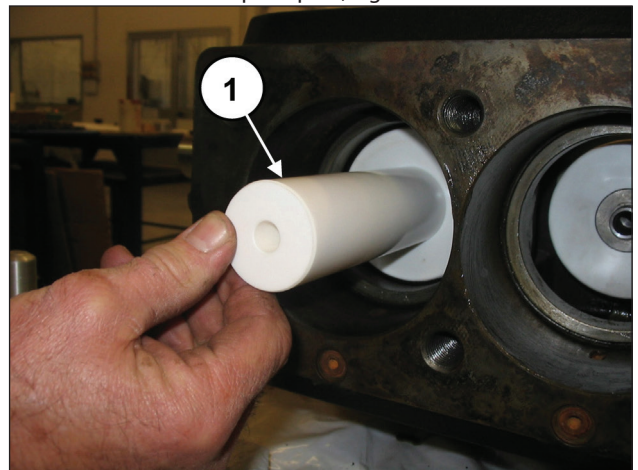
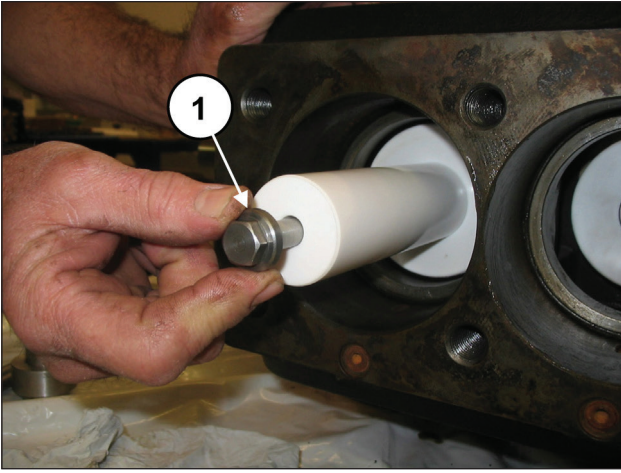

Fig. 182
Fig. 183
Monter les pistons sur leurs guides respectifs (rep. ①, Fig. 182) et les fixer comme indiqué rep. ①, Fig. 183.